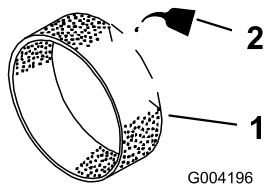

Figura 31
3. Applicare circa 30 – 60 ml di olio sull'elemento (Figura 31),